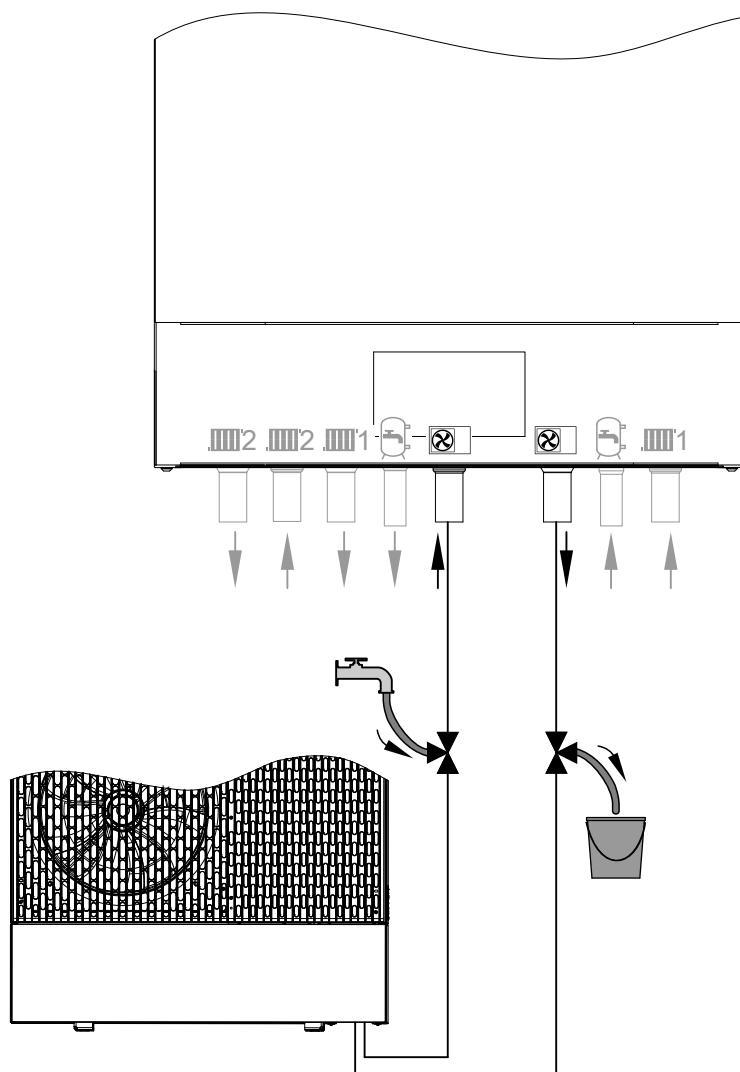

Abb. 78
3. 3-Wege-Kugelhähne im Vor- und Rücklauf Außen- einheit gemäß Abb. 78 öffnen: **Offen in allen Richtungen**